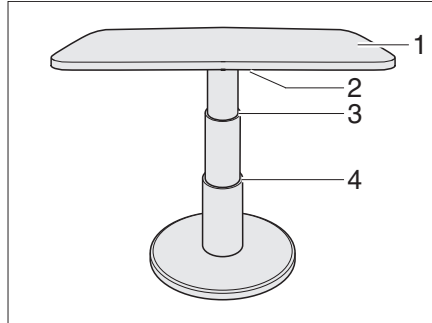

Fig. 88 Table à hauteur réglable de la dinette en U
- Faire basculer le levier de verrouillage (Fig. 88,2) vers la gauche. Le verrouillage est ouvert.
- Appuyer le plateau de table (Fig. 88,1) au milieu vers le bas jusqu'à la butée désirée (Fig. 88,3 ou 4) et le maintenir appuyé.
- Faire basculer le levier de verrouillage (Fig. 88,2) vers la gauche. La table à hauteur réglable est verrouillée.